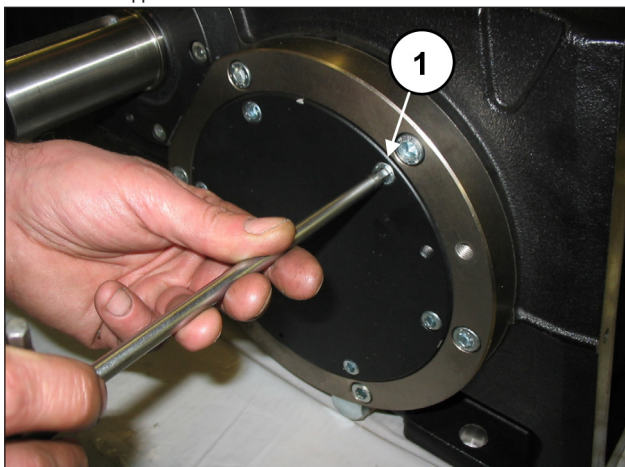

Рис. 11
Демонтируйте две крышки подшипника, открутив соответствующие винты (поз. ①, Рис. 11).